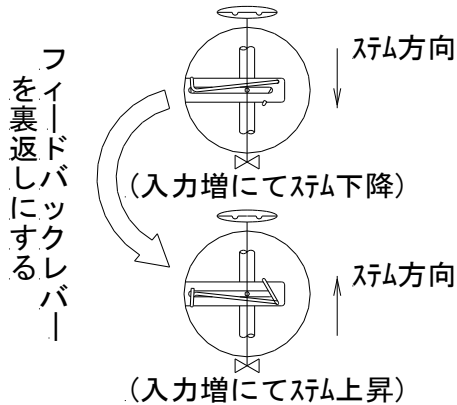

図9 フィードバックレバーの使用位置
- (1) 入力信号50%の時バルブシステムとレバーが直角になるように（入力信号50%を基準に振り分けになるように）取付けてください。
- (2) 振れ角が $10^{\circ} \sim 30^{\circ}$ の範囲になるように取付けてください。
- (3) 図9に示しますように入力電流増の時バルブシステムが下方向へ動く場合は（正作動）ガタ取スプリングが連結金具の上側になるように取付けてください。バルブシステムが上方向へ動く場合は（逆作動）フィードバックレバーを裏返しにしてガタ取スプリングが連結金具の下側になるように取付けてください。